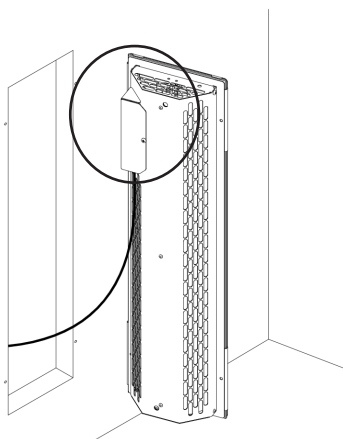
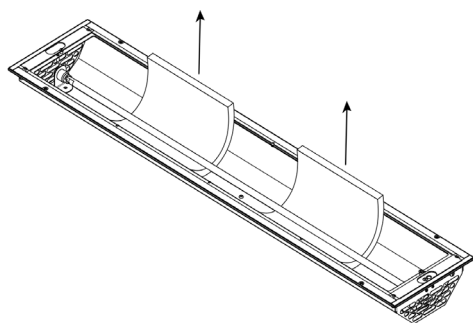

Fig. 2: Morsettiera dell'irradiatore in alto
Fig. 5: Rimuovere protezione per il trasporto
- Per il corretto funzionamento del fusibile termico, in caso di montaggio verticale (ad es. irradiatore posteriore) la morsettiera dell'irradiatore deve trovarsi in alto (vedi **Fig. 2**).
Osservare **Fig. 2** e **Fig. 5**.